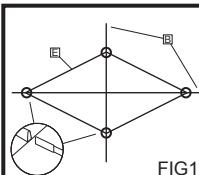

FIG1
2. Introduceți stâlpii complet în canale. (FIG1)